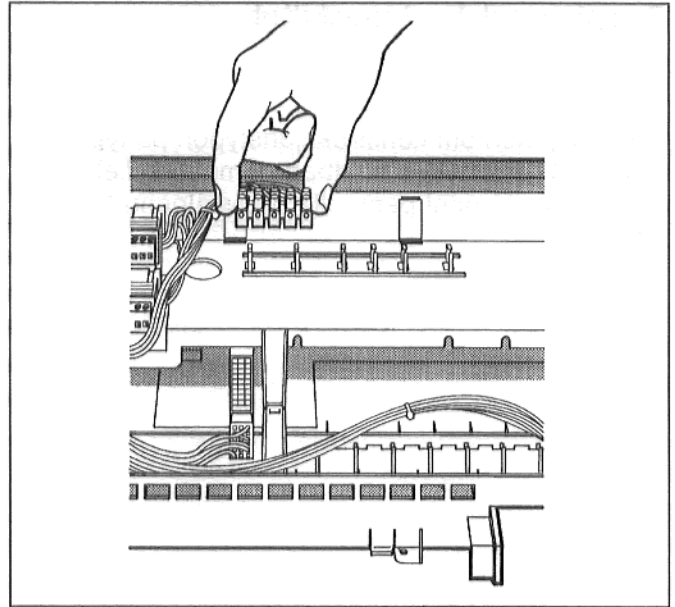

Fig. 4: Sett på klemmene.
- Sett klemmene på klemmeholderen (fig. 4).